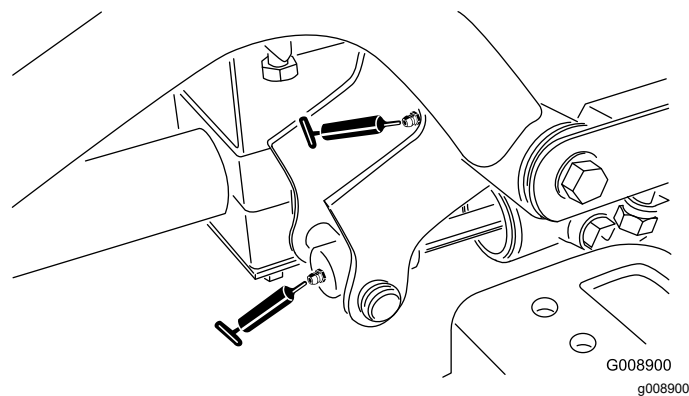

Figura 51
- Perno del braccio di sollevamento destro anteriore e cilindro di sollevamento (2) (Figura 51)